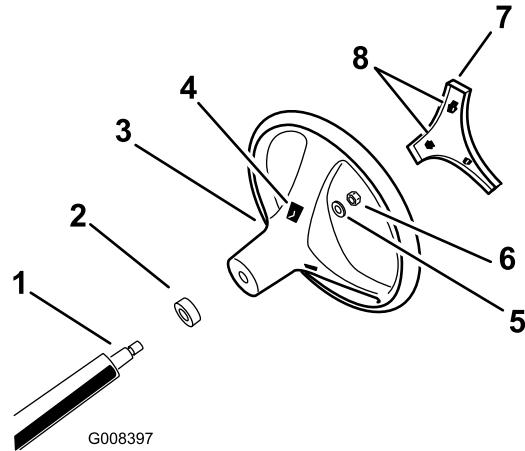

Bild 3
1. Lösen Sie durch die Öffnungen an der Rückseite des Lenkrads die Sperrnasen der mittleren Abdeckung und nehmen Sie die Abdeckung vom Lenkrad ab (Bild 3).
2. Entfernen Sie die Sicherungsmutter und Scheibe von der Lenkwelle (Bild 3).
3. Fluchten Sie das Lenkrad auf den Rillen der Lenkwelle aus (Bild 3).
4. Bringen Sie die Scheibe und das Gewinde der Sicherungsmutter auf der Lenkwelle an (Bild 3).
- Fluchten Sie die Sperrnasen der mittleren Abdeckung mit den Öffnungen im Lenkrad aus und drücken Sie die Abdeckung auf das Lenkrad, bis die Sperrnasen einrasten (Bild 3).